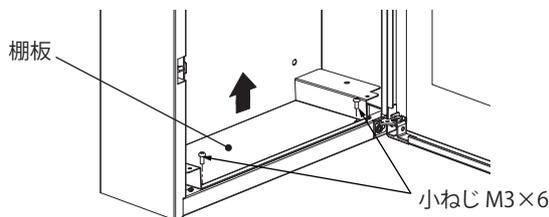

図 1
1. 棚板固定用の小ねじ M3×6 (2 か所) を取り外してください。(図 1)